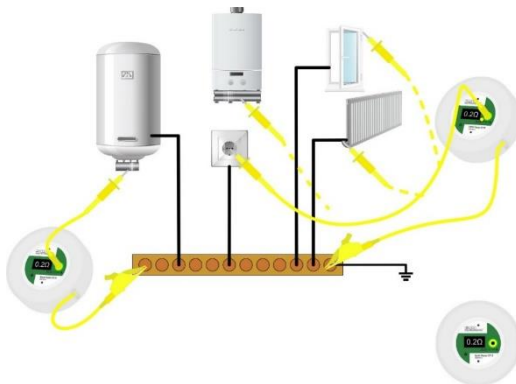

Abbildung 1
6. Die Messspitzen an den gewünschten Punkten des zu prüfenden Schaltkreises positionieren (Abb. 1).